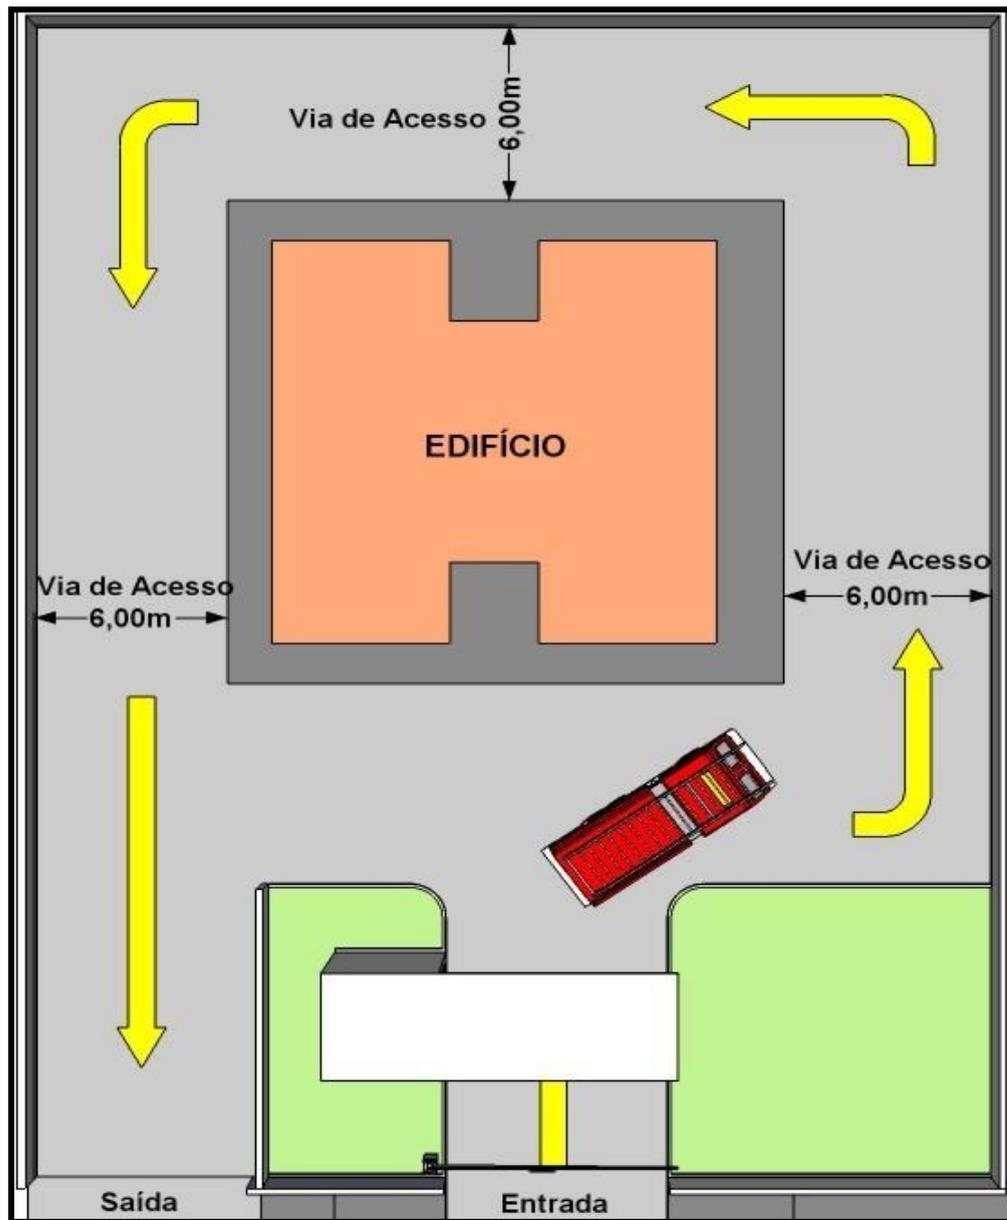

Figura 3 - Modelo de retorno
5.1.1.5.1 Outros tipos de retornos podem ser usados, desde que garantam a entrada e a saída das viaturas nos termos desta NT (ver modelo na Figura 3).